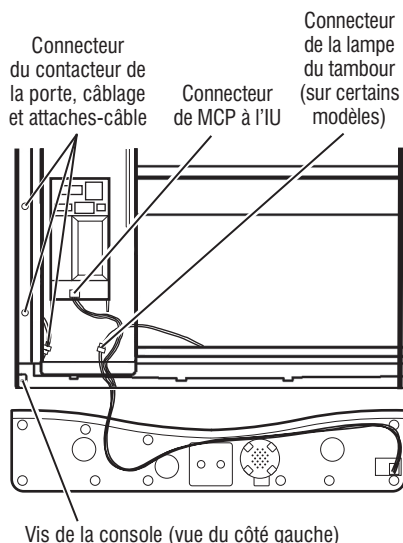

Figure 16 - Retirer la console.
A : Retirer la console (Figure 16)
2. Débrancher le câblage de lampe du tambour (sur certains modèles) au niveau du connecteur en ligne (voir figure 16).
3. Débrancher le câblage de MCP à l'IU directement du MCP (voir figure 16).
6. Débrancher le connecteur du contacteur de la porte (voir Figure 16, page 55).